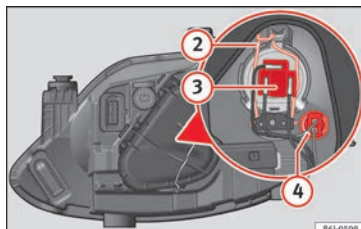

Fig. 95 Feu de croisement/route et feu de position du phare simple.
- Retirez le connecteur » fig. 95 ③ de l'ampoule.
- Décrochez le ressort entrebâilleur » fig. 95 ② en le pressant vers l'intérieur et vers la droite.
- Retirez la douille d'ampoule » fig. 95 ④ vers l'extérieur.